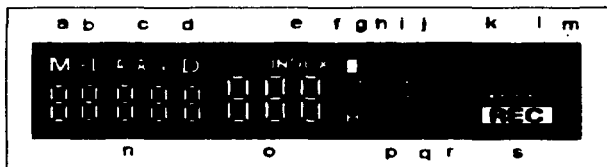

Figura 5.3 Pantalla fluorescente.
13. Pantalla fluorescente. En esta pantalla se observan varias opciones de la videograbadora como se muestra en la figura 5.3.